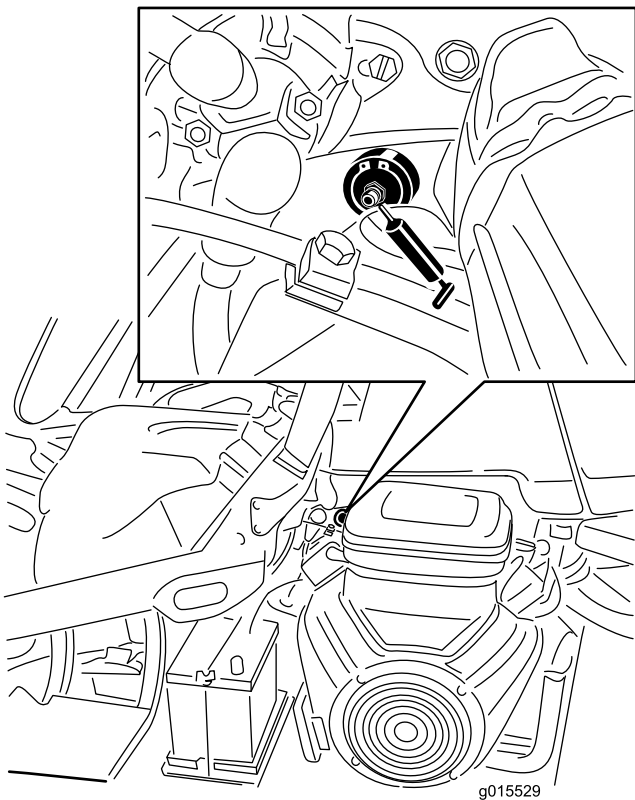

Figura 32
1. Limpie el engrasador para evitar que penetre materia extraña en el cojinete o el casquillo (Figura 32).